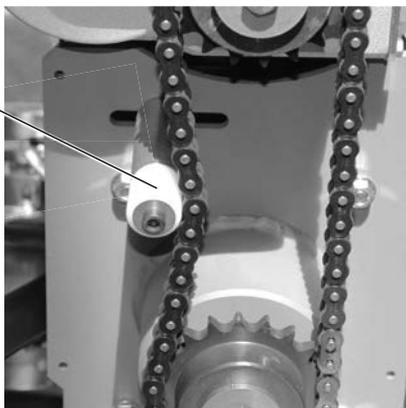

Fig. 110 Tendere bene la catena
- Tendere bene la catena con il tendicatena – Fig. 110.